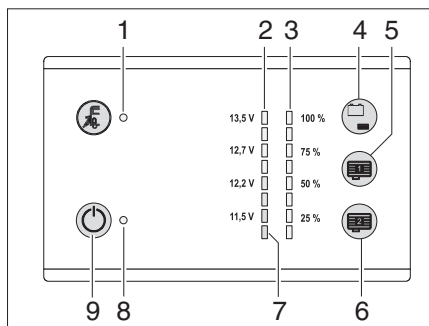

Bild 91 Panel LT 101 / LT 102
Nivån i vattentanken kan avläsas med sensorknappfältet (Bild 91,4).
- Berör sensorknappfältet (Bild 91,4): Nivån i vattentanken visas i fyra steg med lysdioderna (Bild 91,3) (25 % till 100 %).
Den röda varnings LED (Bild 91,7) blinkar när spänningen i bodelsbatteriet endast är 11 V (mätning under pågående drift) och risk för djupurladdning föreligger.
Med sensorknappfältet (Bild 91,4) kan bodelsbatteriets laddningsnivå avläsas.
Indikeringar: ■ Berör sensorknappfältet (Bild 91,4): Bodelens batteriladdningsnivå visas.
Med huvudbrytaren 12 V (Bild 91,9) kopplas panelen och bodelens 12 V-försörjning till eller från.
Slå på: ■ Berör sensorknappfältet (Bild 91,9): 12 V-försörjningen för bodelen är påslagen. Kontrollampen (Bild 91,8) lyser grönt.
Stäng av: ■ Berör sensorknappfältet (Bild 91,9) igen: 12 V-försörjningen för bodelen är avstängd. 12 V-kontrollampen (Bild 91,8) slocknar.
- ▷ Om varnings LED:en för djupurladdning (Bild 91,9) blinkar kan försörjningen inte slås på, eftersom batterispanningen är för låg.